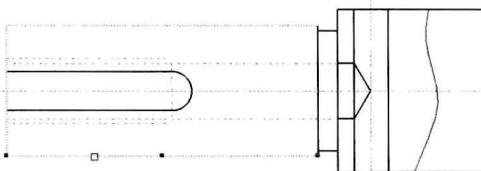
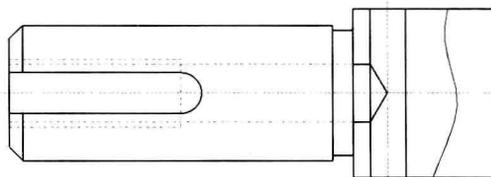

图1-25 拾取倒角直线
图1-26 外倒角及裁剪完成
⑬ 当前层设置为“0层”,单击工具栏上 \sphericalangle “过渡”按钮 ① ,立即菜单 $\left[\begin{array}{l} 1: \text{外倒角} \\ 2: \text{长度}=1 \\ 3: \text{倒角}=45 \end{array} \right]$,如图1-25所示拾取3条颜色变化的直线,完成外倒角,然后用 \ast “快速裁剪” ② 按钮剪除多余线段,如图1-26所示。